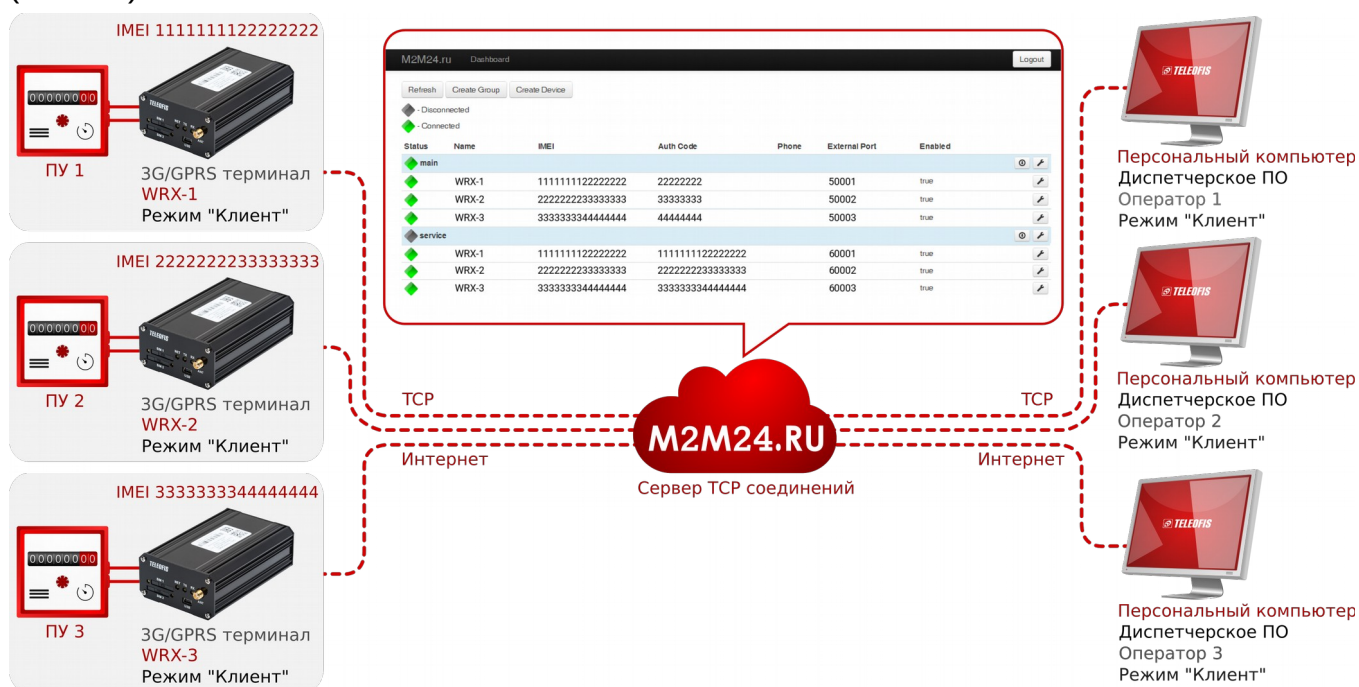

Рис. 13. Схема подключения с использованием служебного сервера «M2M24»
4. **Подключение с использованием служебного сервера.** В тех случаях, когда терминалы и устройства диспетчеризации не имеют возможности получить внешний статический IP-адрес и работают исключительно в режиме TCP-клиентов, оптимальным вариантом для соединения удалённых устройств может стать использование служебного сервера TCP соединений. Такой сервер организывает и поддерживает каналы связи между различным оборудованием, терминалами и программами диспетчеризации. При этом все подключаемые к серверу устройства могут получать доступ к точкам учёта, работая в режиме TCP-клиентов. В качестве коммутатора TCP каналов компания «TELEOFIS» предлагает клиентам **бесплатный сервер TCP-соединений «M2M24»** (Рис. 13).